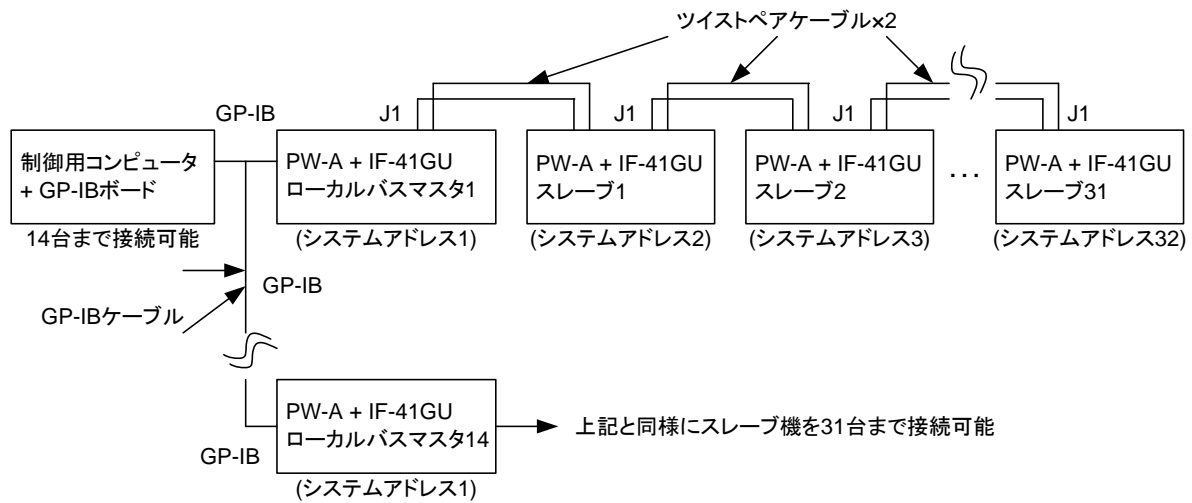

図 8-5. IF-41GU を使った GP-IB によるコントロール
- GP-IB ケーブルを使って、コンピュータと直接接続可能なローカルバスマスターの台数は 14 台です。コンピュータに直接接続したローカルバスマスターにツイストペア線 2 組を使って、31 台までスレーブ機を接続することが出来ます。図 8-5. に接続図を示します。